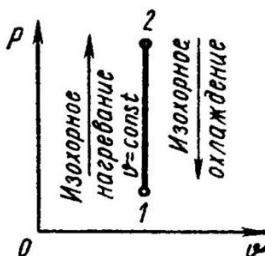

Рис. 4.1. Изохорный процесс
1). Изохорный процесс (Рис.4.1).